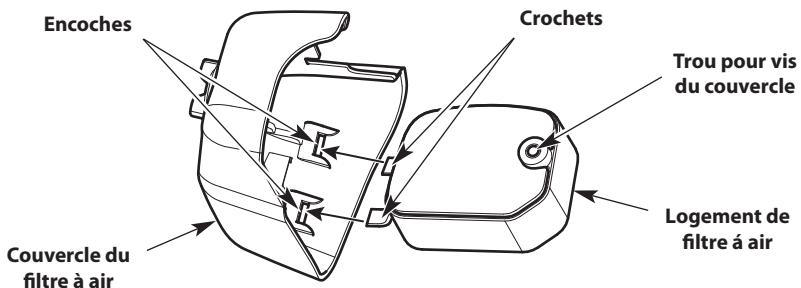

Fig. 18
7. Insérez les crochets sur le boîtier du filtre à air en fonction des encoches de son couvercle (Fig. 18).
8. Basculez le couvercle du filtre à air vers la droite et alignez la vis du couvercle avec le trou de la vis (Fig. 18). Serrez la vis du couvercle, de manière à immobiliser le couvercle du filtre à air.